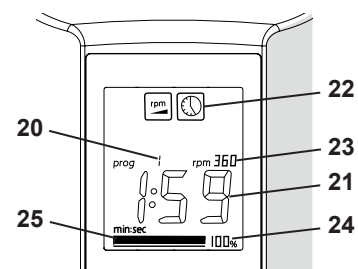
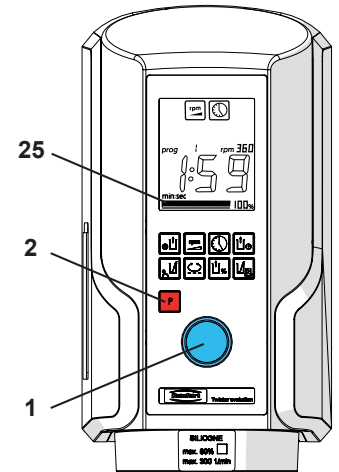

Abb. 7
Abb. 8
- ⇒ Programmtaste „P“ (2) drücken.
- ⇒ Programm durch Drehen des Steuerknopfes (1) auswählen.
- ◆ Vom gewählten Programm werden angezeigt (Abb. 7):
- ⇒ Becher (15) an Gerät ankoppeln.
- ⇒ Erst loslassen, wenn Becher von alleine hält, Balkenanzeige des Vakuums ist über die Hälfte ausgeschlagen (25, Abb. 8)!